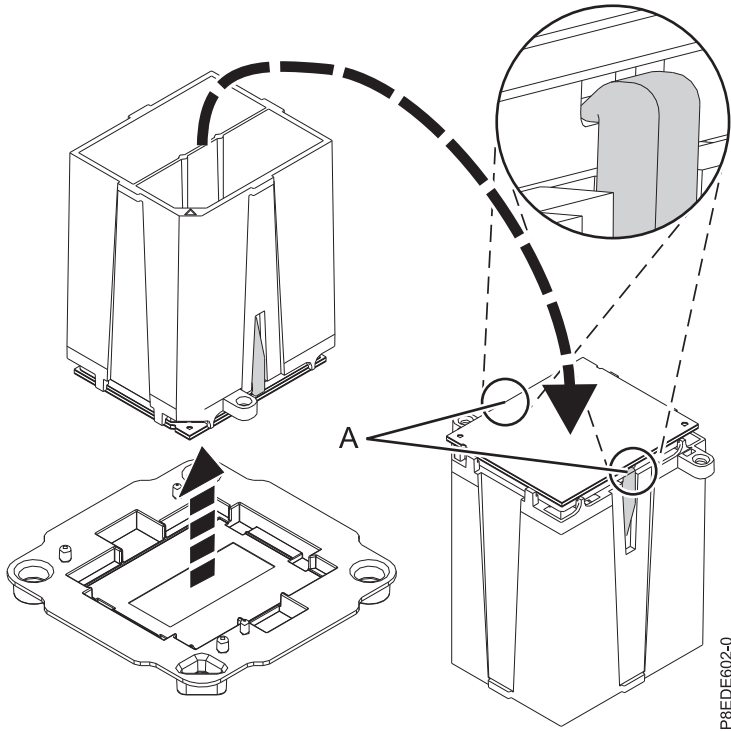

Figure 14. Vérification de la fixation du module processeur système dans l'outil
5. Maintenez l'outil et le module processeur système par les côtés et soulevez l'ensemble avec précaution hors du bac du module processeur système. Ensuite, faites pivoter l'ensemble de sorte que le côté du module processeur système soit tourné vers le haut. Vérifiez que les deux pinces (A) agrippent fermement le module processeur système, comme illustré dans la figure 14, à la page 16.